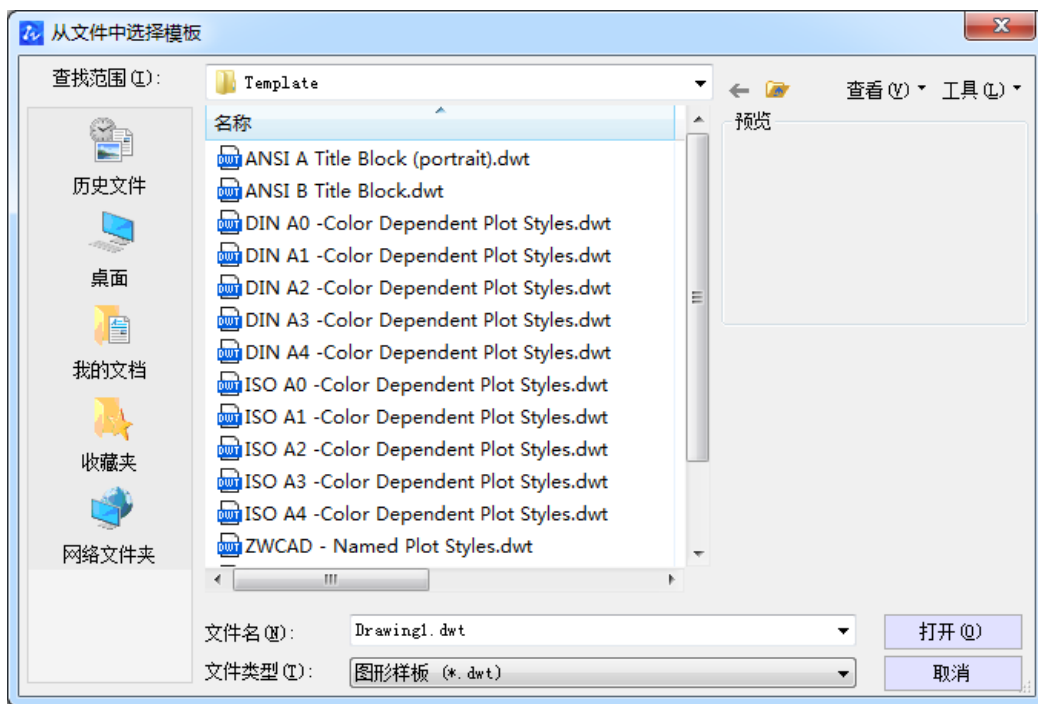

图 10-23 模板选项框
2) 在“从文件中选择模板”对话框中，选择需要的样板文件，然后点击【打开】按钮，如图 10-23 所示。